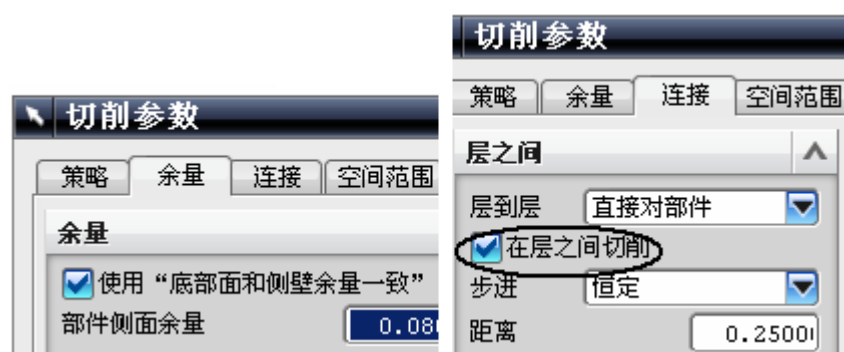

图 9-87
- 单击 , 设置如图 9-87 所示的切削参数, 单击 OK。